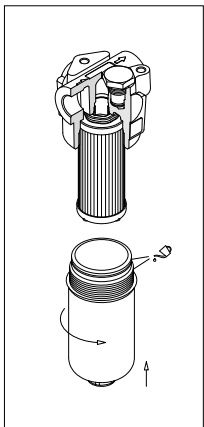

fig. 19
- (Fig. 19) Lubrificare il filetto e l'O-Ring del contenitore, quindi avvitare il contenitore facendo riferimento alla tabella delle coppie di serraggio al paragrafo 3